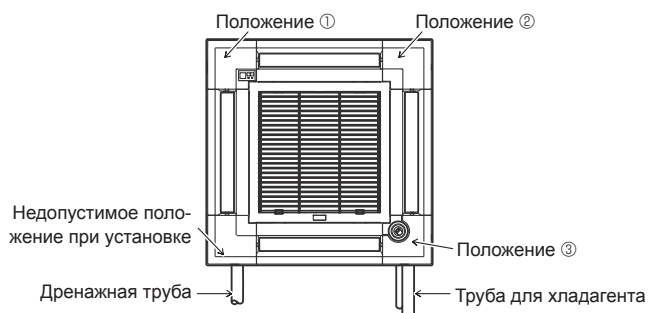

Fig. 9-11
Для главного прибора нельзя устанавливать угловую панель приемника сигналов на стороне дренажной трубы. (См. Fig. 9-11)
- Угловая панель i-see Sensor должна крепиться на вентиляционную решетку ① винтом ③.
- * Если положение i-see Sensor было изменено с положения по умолчанию (положение ③) на другое положение, измените настройки функции. (См. страница 210 и Fig. 9-11)
- Для главного прибора невозможно установить угловую панель i-see Sensor на стороне дренажной трубы. (См. Fig. 9-11)